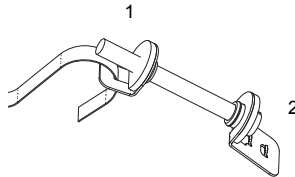

Abb. 9.3: FLEXIM-Spannschloss
- Schieben Sie ca. 2 cm des Spannbandes durch den Schlitz des Spannschlusses (siehe Abb. 9.3).